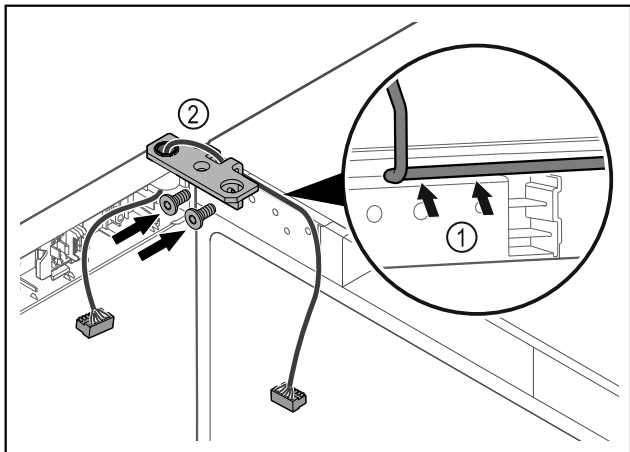

Fig. 47
- ▶ Juhtige kaabel läbi šarniirnergiku väljalõike ja vedage ettevaatlikult Fig. 47 (1).
- ▶ Kruvige šarniirnergik Fig. 47 (2) külge.